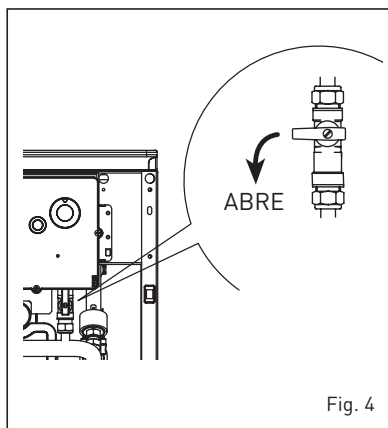

Fig. 4
2.2.1 Rellenado de la instalación (fig. 4)
Terminada la fase de llenado, lleve el tornillo en la posición inicial. Al terminar la operación controle que el grifo esté cerrado (fig. 4).